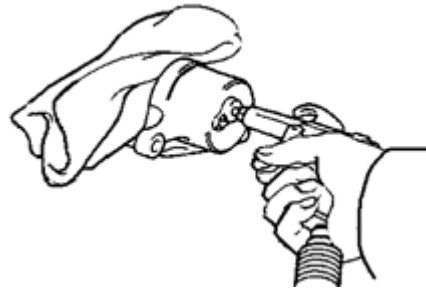

图 3—16
(1) 在制动分泵和活塞间放一块布或近似物。
(2) 用压缩空气把活塞从制动分泵中吹出，如图3—16 所示。注意：在吹压缩空气时，手指不要放在活塞前面。
13) 拆卸活塞油封。用螺丝刀从制动分泵中取下油封，如图3—17 所示。